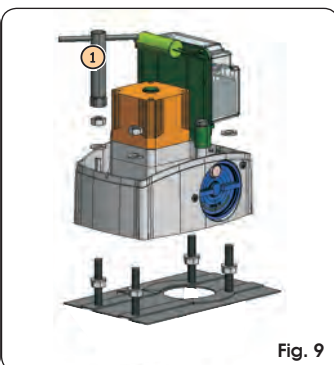

Fig. 9
- ② Plaats de aandrijving op de plaat met gebruikmaking van de bijgeleverde ringen en moeren, zoals in Fig. 9, met behulp van de bijgeleverde pijpsleutel (Fig. 9 ref. ①).